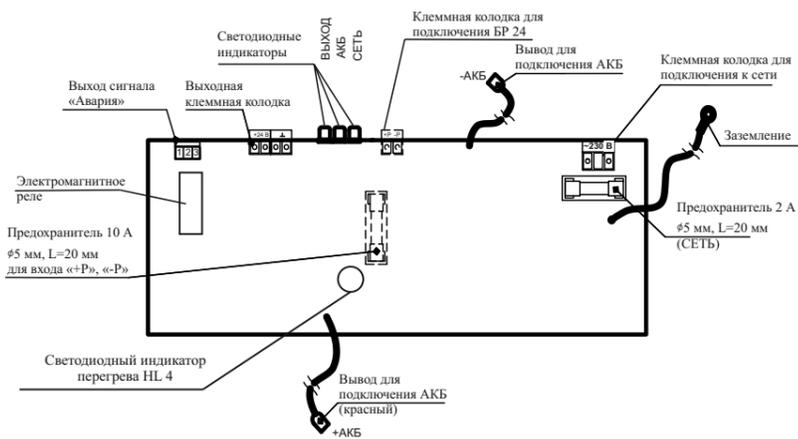

Рисунок 1– Плата источника
6.4 Подключение источника (рисунок 1) производить в следующей последовательности: